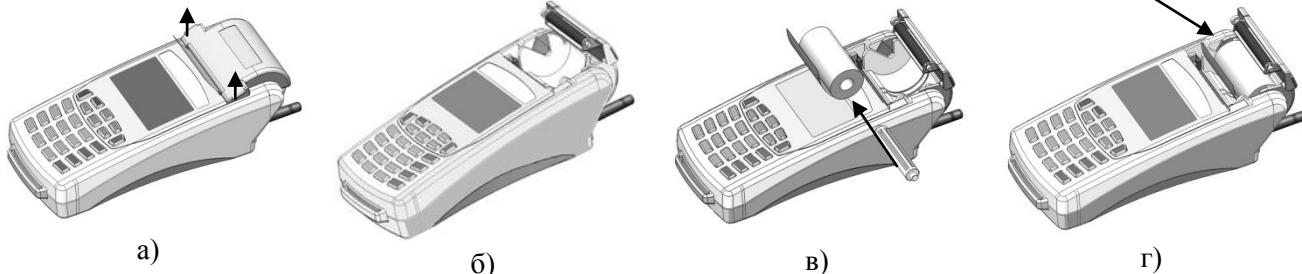

Рис. 9 Установка чекової стрічки
- б) Відчинити кришку бокsu паперової стрічки (Рис. 9а, Рис. 9б).
- в) Витягнути пластиковий валик з залишками поточного рулону (Рис. 9б).
- г) Встановити валик в новий рулон (Рис. 9в).
- д) Вставте валик з новим рулоном на місце, слідкуючи, щоб кінці валу увійшли в пази. Валик з рулоном повинен бути встановлений без перекосів і має вільно обертатися (Рис. 9г). При цьому на дисплей буде виведене повідомлення: